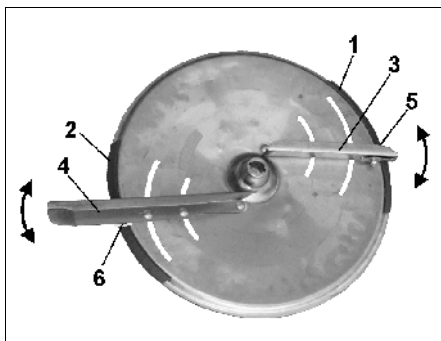

Fig. 35
For at kunne indstille spredeskivene uden brug af værktøj er der placeret to forskellige indstillingsskalaer på hver spredeskive (Fig. 35/1 og Fig. 35/2).
På den korte skovl (Fig. 35/3) er skalaen (Fig. 35/1) med tallene 5 til 28 placeret, og på den lange spredeskovl (Fig. 35/4) er skalaen (Fig. 35/2) med tallene fra 35 til 55 placeret.
Når man indstiller spredeskivlen til en højere talværdi på skalaen (Fig. 35/1 og Fig. 35/2) bliver arbejdsbredden forøget.
- Find skalaværdien til den **korte** skovl på skalaen (Fig. 35/1).
- Indstillingskanten (Fig. 35/5) på den **korte** skovl (Fig. 35/3) indstilles til den korrekte skalaværdi **og vingemøtrikken spændes til**.
- Find skalaværdien til den lange skovl på skalaen (Fig. 35/2).
- Indstillingskanten (Fig. 35/6) på den **lange** skovl (Fig. 35/4) indstilles til den korrekte skalaværdi **og vingemøtrikken spændes til**.